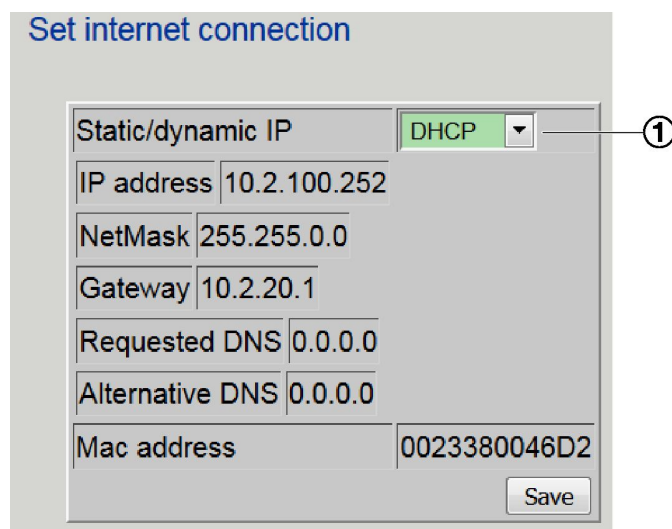

Рис. 28: Установка динамического IP-адреса
- ▶ Выберите «DHCP» из выпадающего списка (Рис. 28/1).